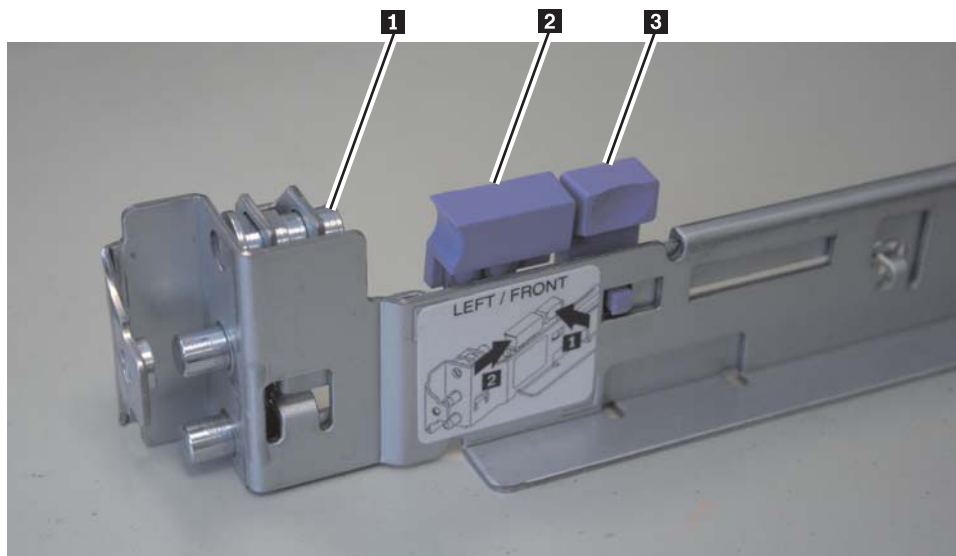

図 53. SAN ボリューム・コントローラー 2145-8A4 のサポート・レールの前面にある、閉じた状態のレール・ロック・キャリア
1. 必ず、各サポート・レールの前部と後部にあるレール・ロック・キャリアを開いている状態にします。開いた状態にするためのメカニズムは各端ともに同じです。ロック・メカニズムが閉じている場合は (前部ブラケットの場合は、図 53 に記載)、ロック・メカニズムを開きます。